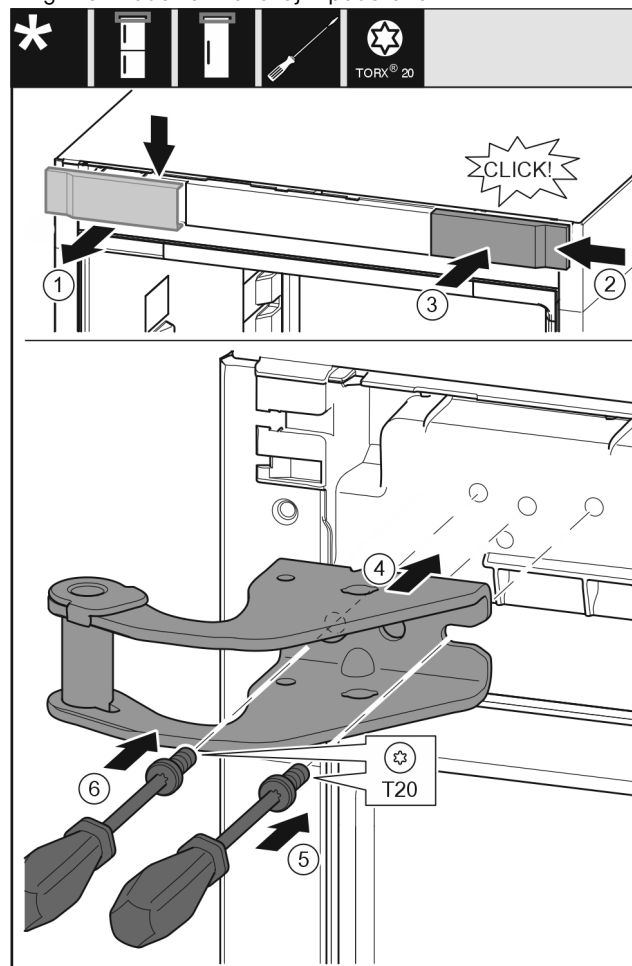

Fig. 8
- ▶ Pokrov snemite od zgoraj v smeri naprej. Fig. 8 (1)
- ▶ Pokrov, obrnjen za 180°, namestite na drugi strani z desne strani. Fig. 8 (2)
- ▶ Zatakните pokrov. Fig. 8 (3)
- ▶ Pristavite zgornji ležajni podstavek. Fig. 8 (4)
- ▶ Vijak vstavite z izvijačem T20 in ga zategnite. Fig. 8 (5)
- ▶ Vijak vstavite z izvijačem T20 in ga zategnite. Fig. 8 (6)